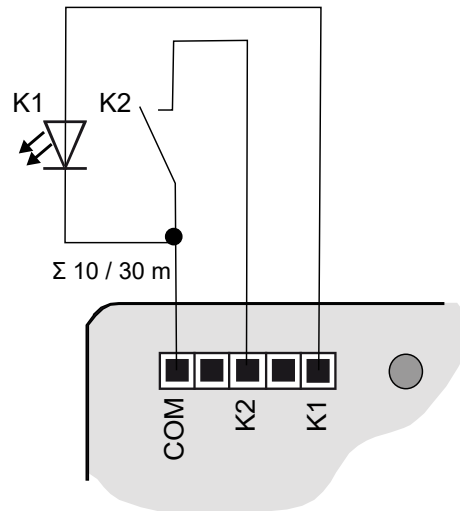
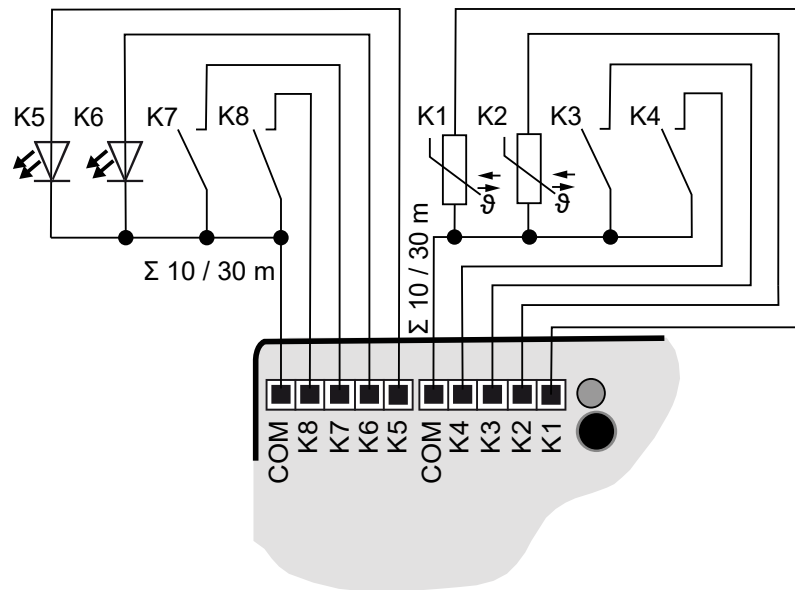

Figura 3: Esempio di collegamento interfaccia tastiera doppia
Figura 5: Esempio di collegamento interfaccia tastiera a 8 canali
- Collegare pulsanti, interruttori, contatti, LED o NTC in base agli esempi di collegamento con i cavi di collegamento in dotazione (4) (Vedi figura 3) fino a (Vedi figura 5). Gli esempi di collegamento mostrano l'utilizzo con ingressi, uscite e sensori.